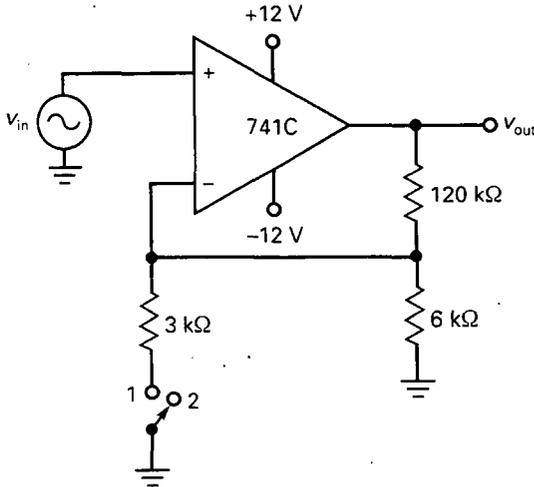

Figura 18-35
- 18-22. ¿Cuál es la ganancia de tensión en lazo cerrado para cada posición del conmutador de la Figura 18-35? ¿Y el ancho de banda?
- 18-23. Al cablear el circuito de la Figura 18-35, un técnico deja la resistencia de 6 kΩ sin conectar a masa. ¿Cuál es la ganancia de tensión en lazo cerrado para cada posición del conmutador?
- 18-24. Si la resistencia de 120 kΩ de la Figura 18-35 queda en circuito abierto, ¿qué es lo más probable que ocurra con la tensión de salida?